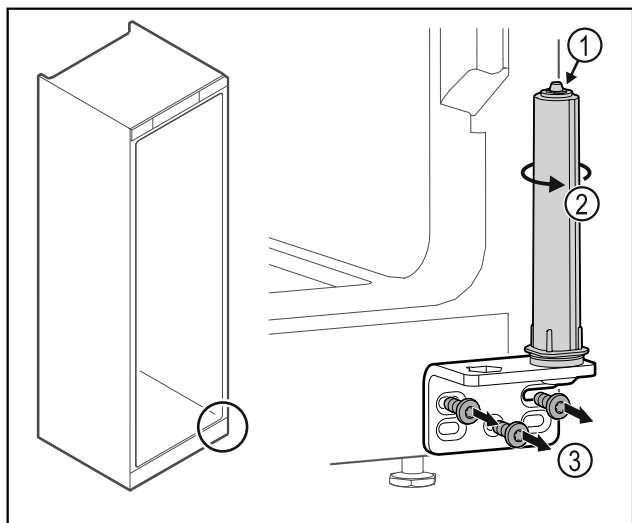

Fig. 31
- ▶ Ne rastavljajte sustav zatvaranja vrata *Fig. 31 (1)*.
- ▶ Okrećite sustav zatvaranja *Fig. 31 (2)* dok ne klikne.
- ▶ Odvrnite kutne šarke *Fig. 31 (3)*.